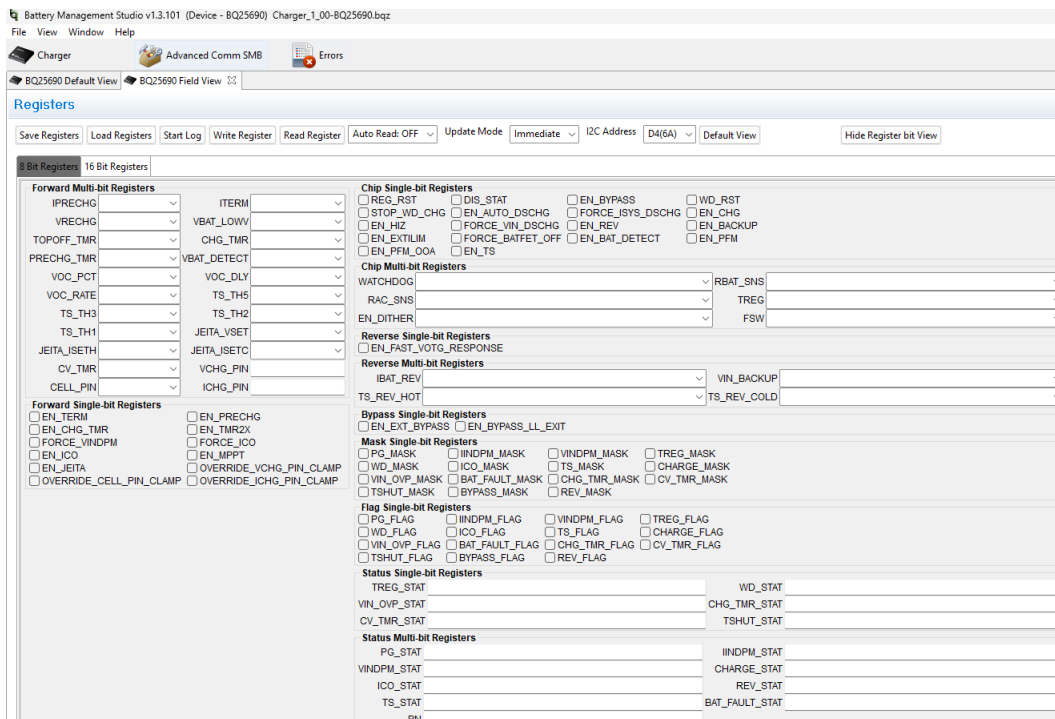
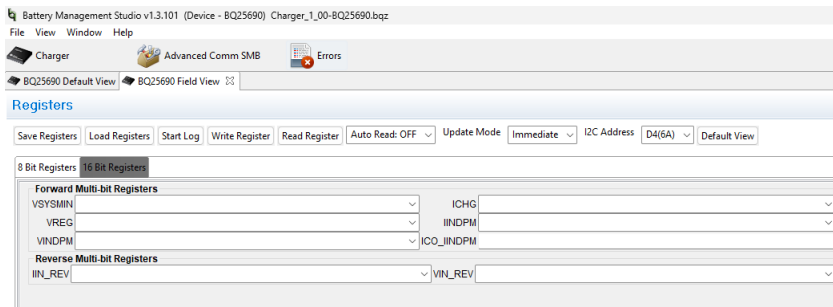

図 3-2. BQ25690 EVM ソフトウェアの 8 ビットレジスタ タブのフィールドビュー
図 3-3. BQ25690 EVM ソフトウェアの 16 ビットレジスタタブのフィールドビュー
3. 表示されたウィンドウのリボン右側で「フィールド ビュー」ボタンを選択すると、BQ2569x EVM ソフトウェアのメインウィンドウが表示されます。詳細は図 3-2 および図 3-3 を参照してください。